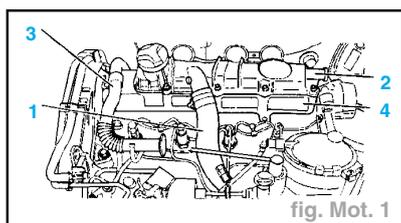

fig. Mot. 1
- Débrancher et écarter la durite (1).
- Déposer (fig. Mot. 1) :
- le couvre-culasse supérieur (2),
- le tuyau (3) de vanne EGR,
- le couvre-culasse inférieur (4).